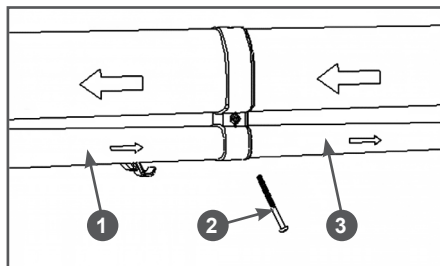

Рис. 4 Установка нижней трубы
4. Установите нижнюю трубу 3 в верхнюю трубу 1 и закрепите ее с помощью винта 2 (Рис. 4).